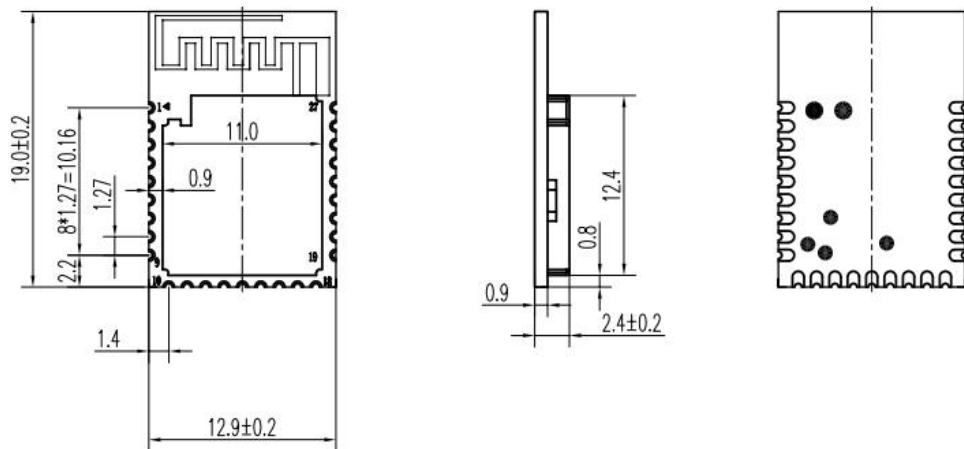

图 3-4 L-BTMEB97-G0NP4 模块外形尺寸图
2.L-BTMEB97-G0NP4 模块外形尺寸如图 3-4 所示：